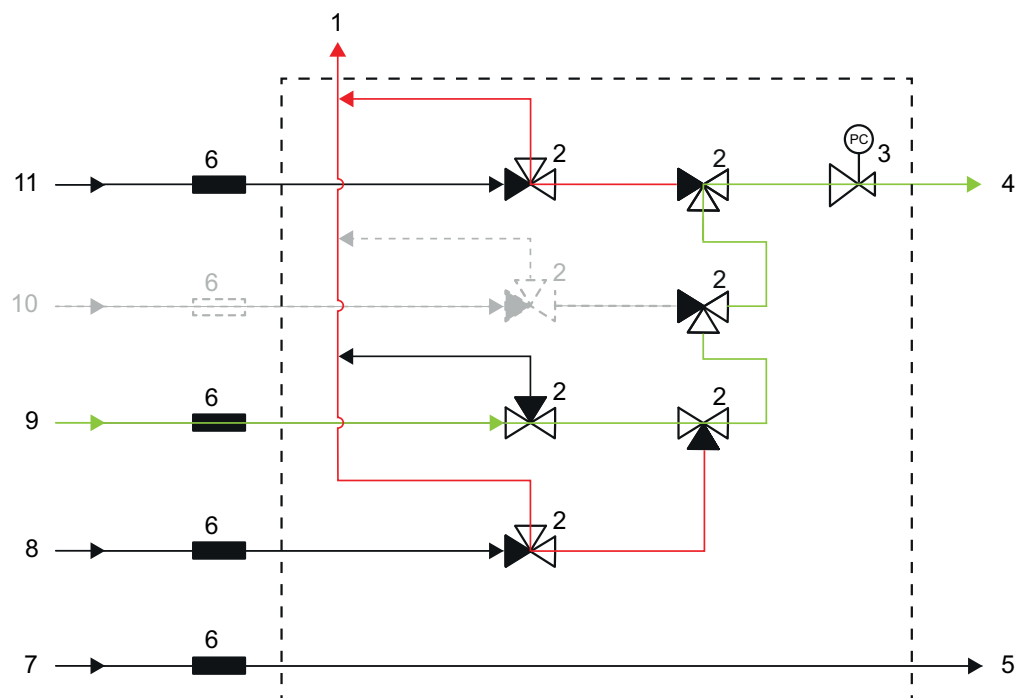
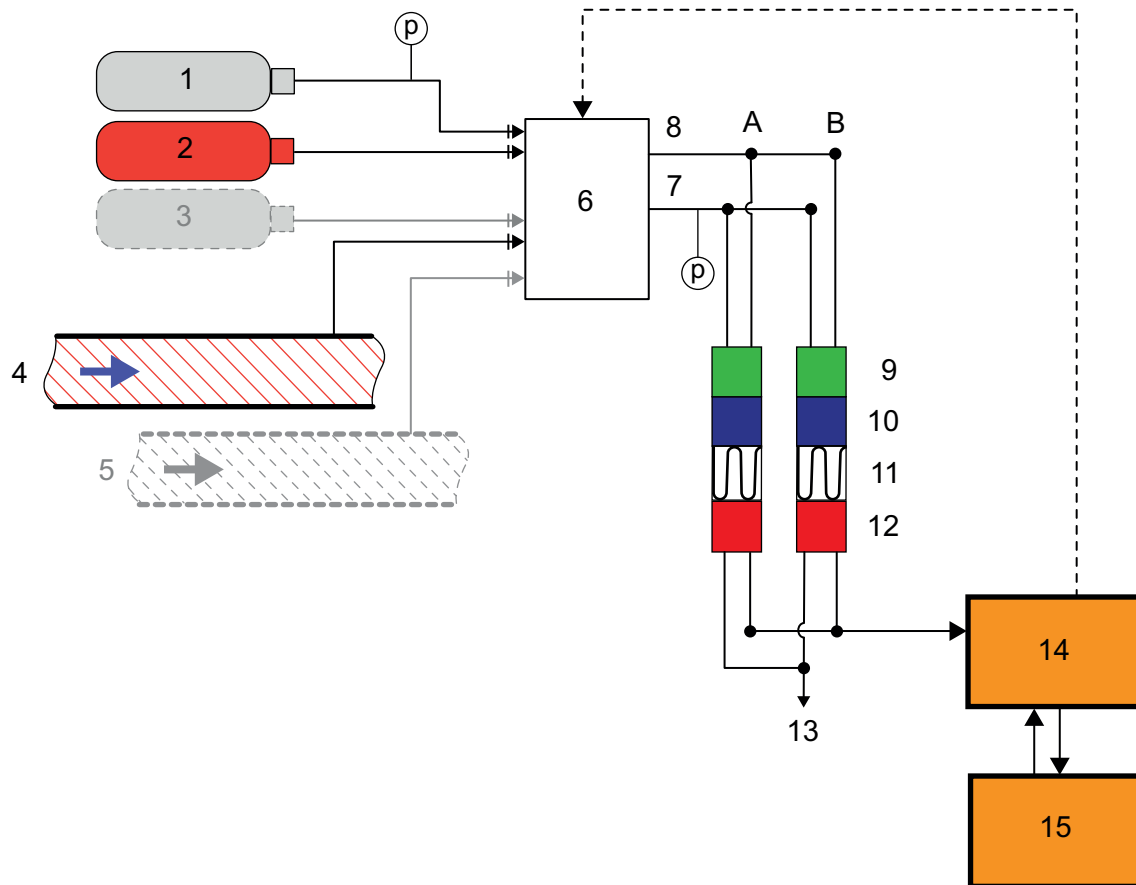

Abb. 6: Gasverteilung (Prinzipskizze)
Abb. 7: Blockdiagramm Gaschromatograph
Um die Kontamination des selektierten Gasstroms durch eventuelle Leckagen der Ventile zu vermeiden, wurde die sogenannte "Double Block and Bleed"-Anordnung der Ventile gewählt (vgl. Abb. 6).
In der Abb. 6 ist das Kalibriergas zugeschaltet (grün dargestellt) und es ist zu erkennen, dass die Volumina zwischen den Ventilen der anderen Gasströme gegen Atmosphäre entlüftet sind (rot dargestellt). Auftretende Leckagen können somit den Analysengasstrom nicht kontaminieren.
In nachfolgender Abb. 7 ist der funktionale Aufbau des Gaschromatographen als Blockdiagramm dargestellt.
Mittels einer Probenentnahmesonde wird eine Gasprobe aus der Prozessleitung entnommen (Abb. 7, Pos. 4) und in die Gasverteilung (Abb. 7, Pos. 6) geleitet. Je nach Anforderung (z. B. Analyse oder Kalibrierung) wird einer der folgenden vier Gaseingänge über Steuerventile (eine „Double Block and Bleed“-Ventileinheit, vgl. Abb. 6) in Richtung der Säulenmodule A und B geschaltet:
- Messgas 1 (Abb. 7, Pos. 4)
- Messgas 2 (optional) (Abb. 7, Pos. 5)
- Kalibriergas (Abb. 7, Pos. 2)
- Referenzgas bzw. ext. Prüfgas (optional) (Abb. 7, Pos. 3)
Bevor die zu analysierende Probe den Säulenmodulen zugeführt wird, erfolgt eine Druckreduzierung (Abb. 6, Pos. 3), um einen definierten Druck in den Säulenmodulen sicherzustellen. (Optional kann auch ein Gastrockner vorgesehen werden).
Zusätzlich wird das Trägergas (Abb. 7, Pos. 1) den Säulenmodulen über die Gasverteilung zugeführt. Die Druckeinstellung des Trägergases muss direkt an der Druckregelung der Trägergasflasche erfolgen, da kein weiterer Druckregler installiert ist.
Zwar verfügen die einzelnen Säulenmodule zusätzlich über eine Druckregelung (Abb. 7, Pos. 9) zur Einstellung des Trägergasdrucks, aber diese dient ausschließlich dazu, den Trägergasdruck für die Analyse konstant zu halten, um gleichbleibende Analyseergebnisse sicherzustellen. Eine Einstellung des Trägergasdrucks kann hier nicht vorgenommen werden.
Eine genau definierte Menge des zu analysierenden Gases wird mittels des Injektors (Abb. 7, Pos. 10) auf die Trennsäulen (Abb. 7, Pos. 11) geleitet. Diese Probe wird durch das Trägergas, welches die sogenannte mobile Phase darstellt, durch die Trennsäulen geleitet.
Ein Wärmeleitfähigkeitsdetektor (Abb. 7, Pos. 12) erfasst den Austritt der Komponenten. Für jede Komponente wird somit ein unterschiedlich langes und hohes Signal erzeugt, ein sogenannter Peak. Die Fläche unter der Signalkurve dient als Maß für den entsprechenden Stoffmengenanteil.